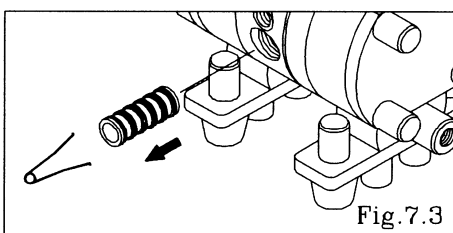

Fig.7.3
- Retire el manguito utilizando el quitamanguitos (herramienta especial: Pieza número 713148). [Fig.7.3]